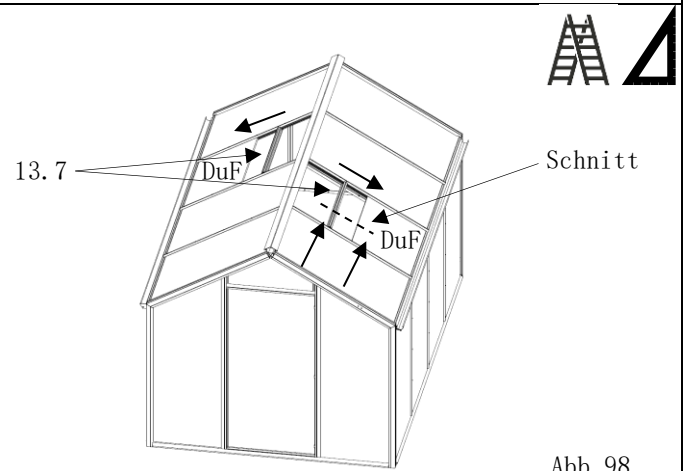

Abb. 98
- es wird jeweils eine Keildichtung (Pos. D6-0985) eingebaut. (Abb. 98)